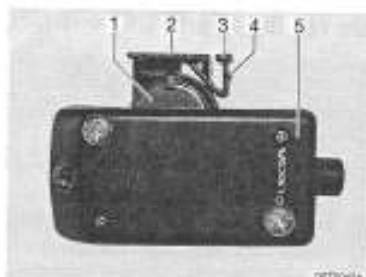

Fig. 210 Eclairage de la penderie avec compartiment de pile ouvert
- Repousser avec précaution la patte de retenue (Fig. 210,3) sur la partie supérieure de l'éclairage de la penderie (Fig. 210,5). Le bec (Fig. 210,4) est libéré sur patte de retenue.
- Tirer le support de pile (Fig. 210,2) vers le haut.
- Retirer la pile bouton (Fig. 210,1) du support.